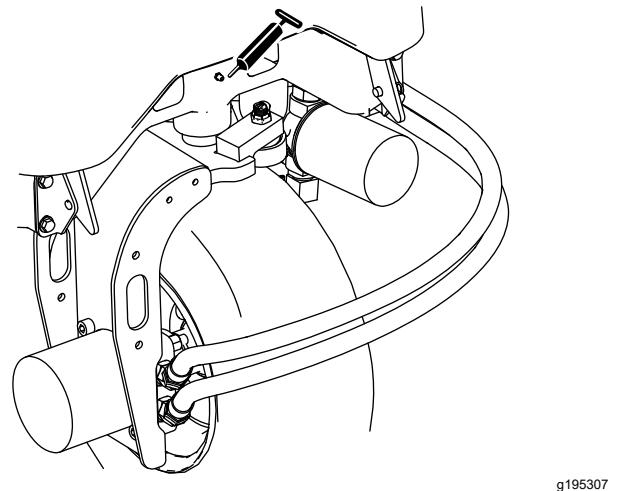

Figura 36
- Pivot de direcție (Figura 36)